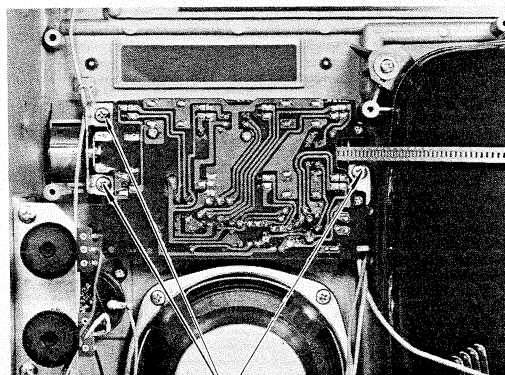

Fig. 3 Abb. 3
2. Remove 3 screws (C) as shown in Fig. 3.
2. Die in Abb. 3 gezeigten 3 Schrauben (C) entfernen.